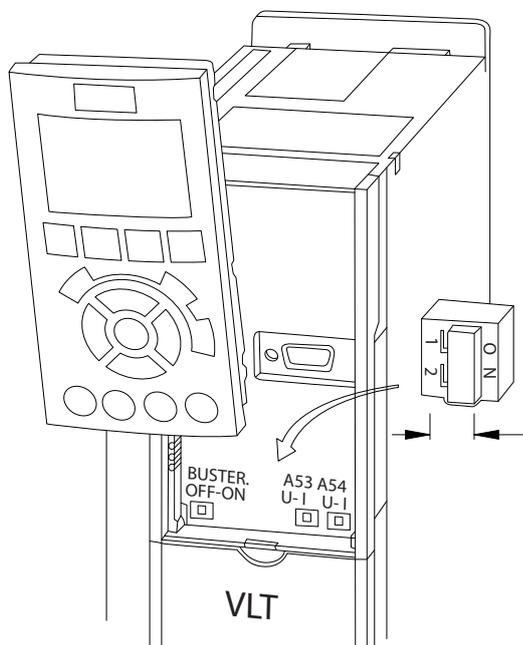

Ilustración 4.26 Ubicación de los interruptores de los terminales 53 y 54
1. Retire el LCP (panel de control local) (consulte *Ilustración 4.26*).